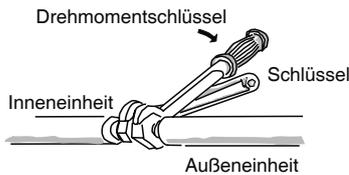

Abb. 5-6
- (1) Die aus der Wand hervorstehende, auf der Innenseite befindliche Kältemittelleitung fest mit der außenseitigen Leitung verbinden.
- (2) Die Überwurfmutter spezifizierten Anzugsdrehmoment festziehen (Abb. 5-6).
- Wenn die Überwurfmutter von den Verbindungsstücken abgenommen oder nach dem Anschließen der Leitungen festgezogen werden, müssen unbedingt zwei Universalschraubenschlüssel oder Maulschlüssel verwendet werden. (Abb. 5-6) Wenn die Überwurfmutter zu stark festgezogen wird, kann dies eine Beschädigung der Aufweitung verursachen, was wiederum zu einem Kältemittelleck und Verletzungen oder Erstickungserscheinungen bei im Raum befindlichen Personen führen kann.